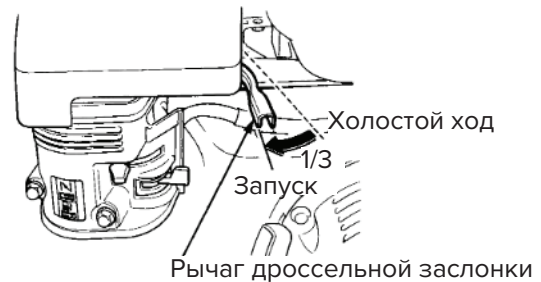

Рис. 8. Рычаг дроссельной заслонки
2. Переместите рычаг дроссельной заслонки (см. рис. 8) из положения МЕДЛЕННО примерно на 1/3 в сторону положения БЫСТРО.